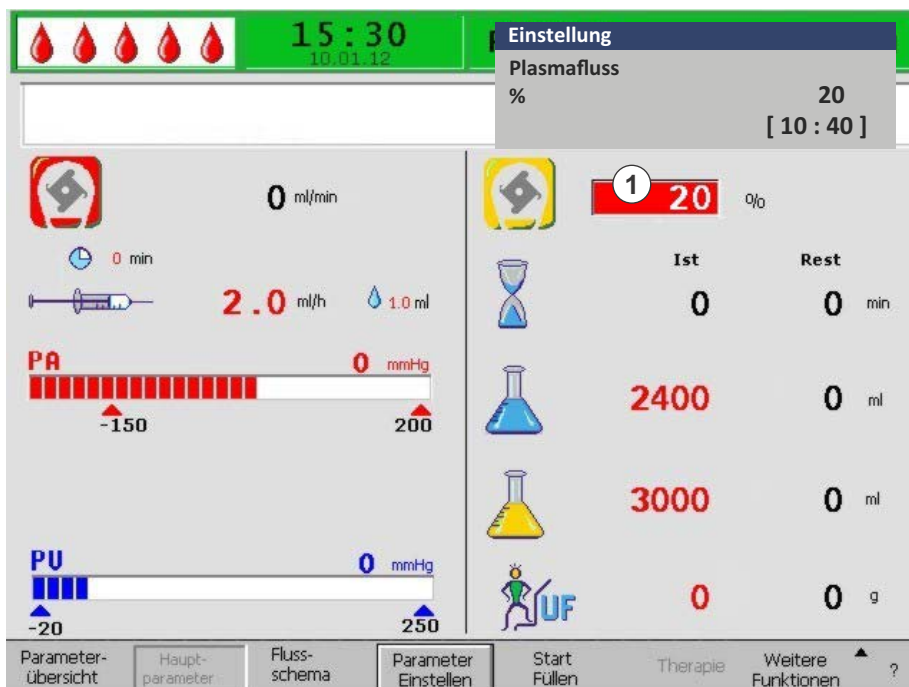

Abb. 2-19 Parametereinstellung im Bildschirm *Hauptparameter*
- ☞ Das Feld mit dem Parameterwert wird rot unterlegt mit weißer Schrift dargestellt (Abb. 2-19, ①).